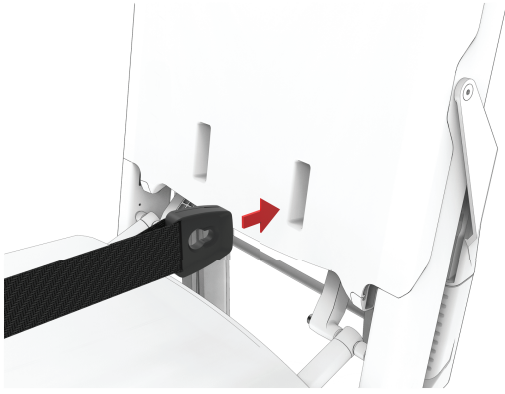
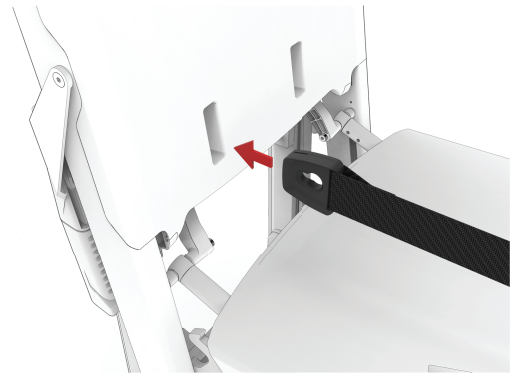

Figura 20 – Clip de respaldo, izquierda del paciente
Figura 21 – Clip de respaldo, derecha del paciente
3. Inserte la pinza del respaldo de la derecha del paciente a través del orificio de la derecha del paciente en el respaldo (Figura 20 y Figura 21).